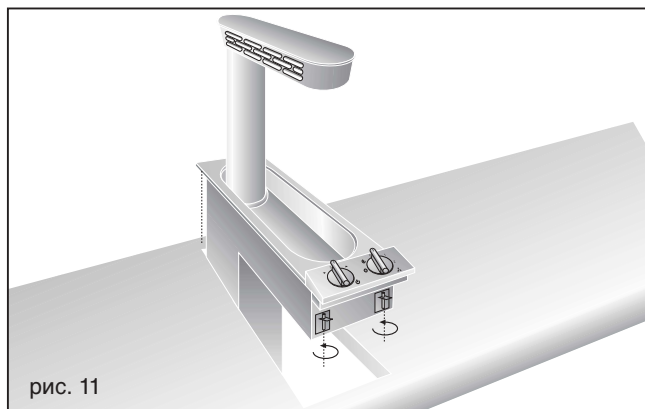

рис. 11
- Равномерно прижимая прибор, притяните выступы плиты к кухонному прилавку спереди и снизу (рис. 11). Если толщина прилавка меньше 36 мм, то под выступы плиты нужно подложить прокладку.